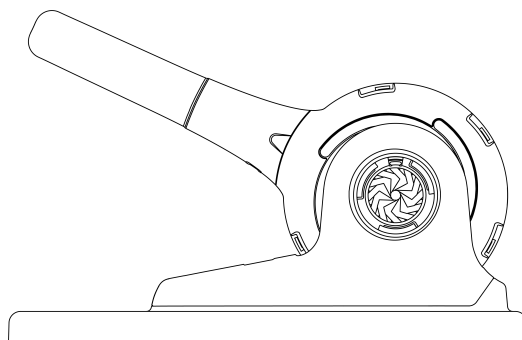

Figure 5: SAPIEN M3 Crimper ■ Figure 5 : Sertisseur SAPIEN M3 ■ Abbildung 5: SAPIEN M3 Crimper ■ Figura 5: Dispositivo de ajuste SAPIEN M3
■ Figura 5: Dispositivo di crimpaggio SAPIEN M3 ■ Afbeelding 5: SAPIEN M3 krimper ■ Figur 5: SAPIEN M3 kompressionsanordning
■ Obrázek 5: Tvarovací zařízení SAPIEN M3 ■ Rysunek 5: Zaciskacz SAPIEN M3 ■ Figur 5: SAPIEN M3 krymper ■ Kuva 5: SAPIEN M3 -puristin